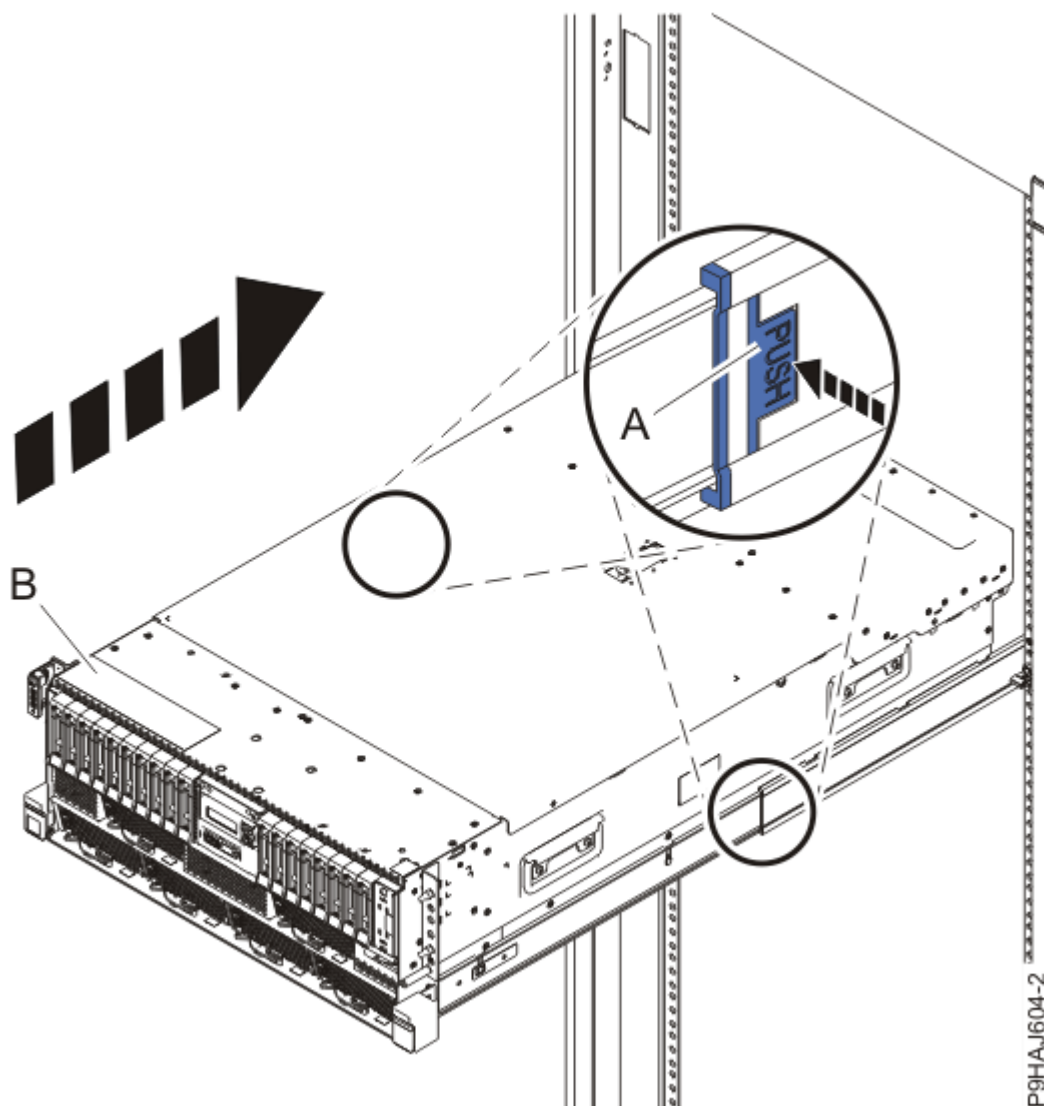

Figura 34. Colocando o Sistema na Posição de Operação
3. Para um sistema montado em rack, desbloqueie as travas de segurança do trilho azuis **(A)**, como mostrado na Figura 34 na página 36, empurrando-as para dentro.